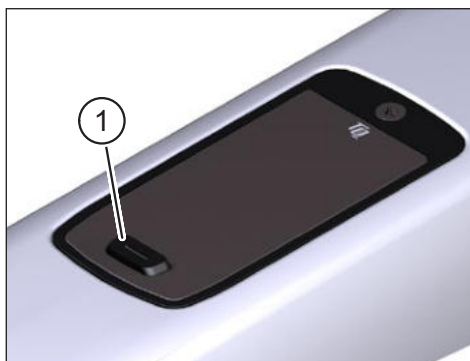

Fig. 2: Display
- Accendere l'unità premendo **brevemente** il pulsante (Punto 1 in Fig. 2) sul Display.
- Spegnere l'unità con una pressione **lunga** sul pulsante (Punto 1 in Fig. 2) sul Display.